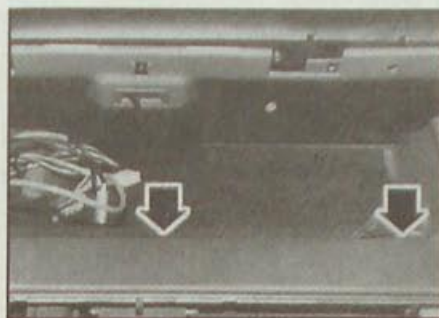

Рис. 13.49. Расположение винтов крепления вещевого ящика
- Отклейте ковровое покрытие вещевого ящика и выверните два винта (рис. 13.49).